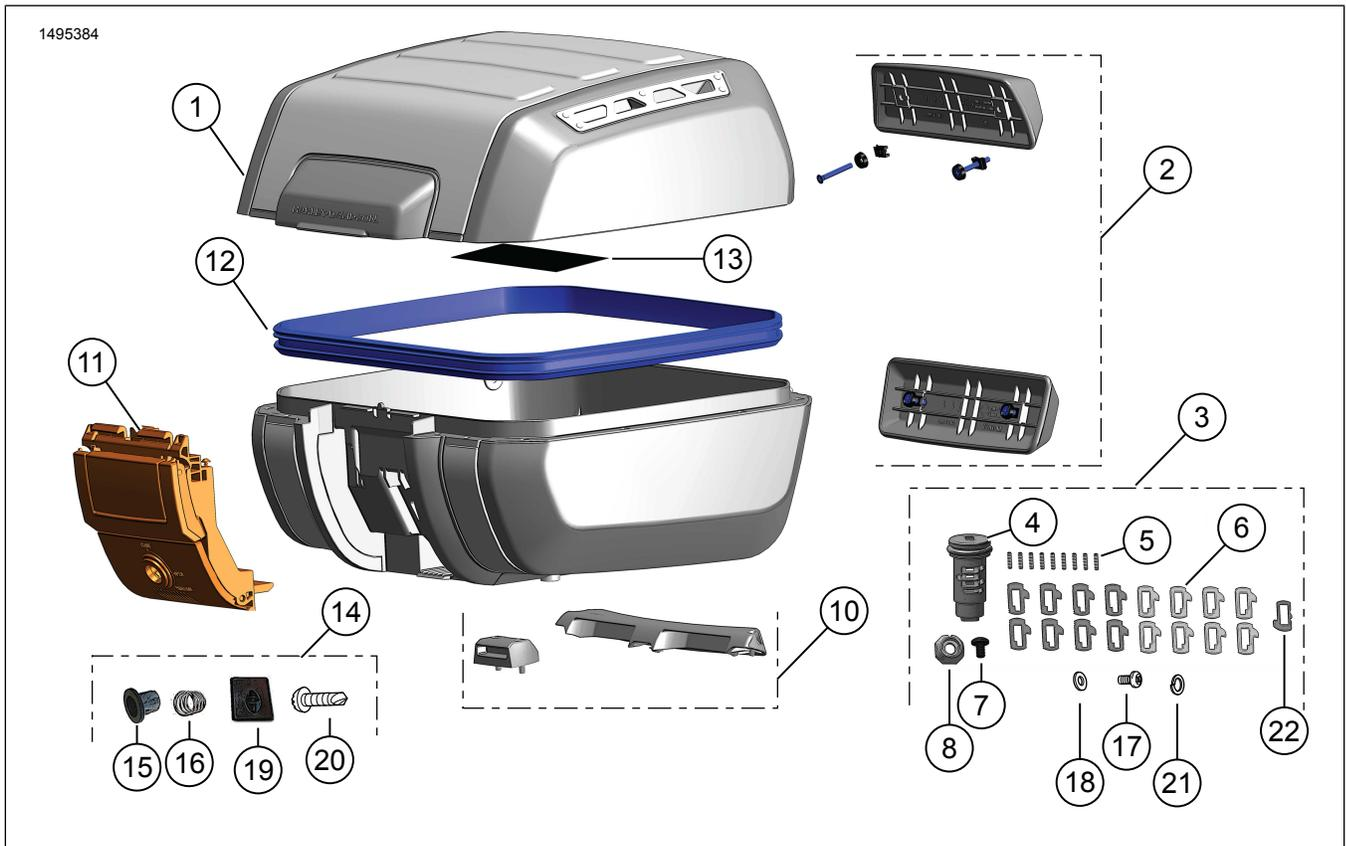

Abbildung 1. Inhalt des Satzes: Abnehmbares Topcase
5. Abbildung 4 Die Zuhaltungsfedern (5), siehe Abbildung 1, in die Löcher an den Stationen 3, 6 und 7 auf der Seite (A) der Zylinder-Unterbaugruppe einbauen.
6. Abbildung 4 Die Zuhaltungen (6), siehe Abbildung 1, Nr. 11–14 an den Stationen 3, 6 und 7 gemäß in Tabelle 3 bestimmter Zuhaltungsnummer einbauen.
7. Abbildung 4 Die Zuhaltungsfedern (5), siehe Abbildung 1, in die Löcher an den Stationen 4, 5 und 8 auf der Seite (B) der Zylinder-Unterbaugruppe einbauen.
8. Abbildung 4 Die Zuhaltungen (6), siehe Abbildung 1, Nr. 21–24 an den Stationen 4, 5 und 8 gemäß in Tabelle 3 bestimmter Zuhaltungsnummer einbauen.